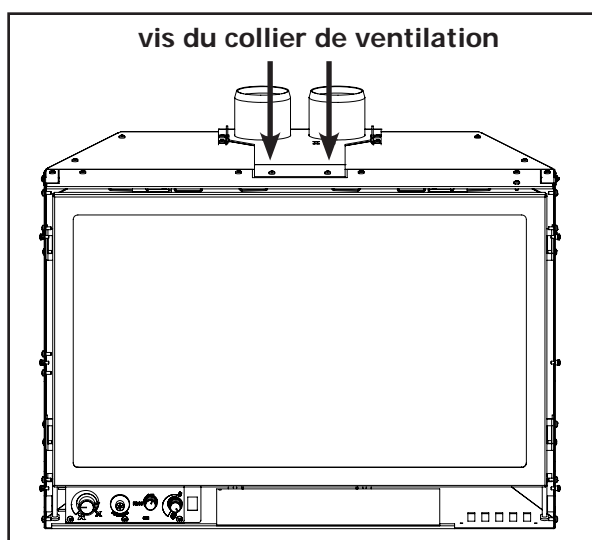

Figure 30: événement emplacement de la vis collier plaque.
8. Appliquez un cordon de mastic à base de ciment sur le tuyau de Ø3 "(76mm) de la sortie de ventilation. Faites glisser la gaine flexible sur la bouche de ventilation et fixez-la avec trois (3) vis à tôle espacées de manière uniforme.
9. Placez un cordon de silicone à haute température sur le collier d'admission de la bouche de ventilation. Faites glisser la gaine de prise flexible Ø3 "(76mm) sur le collier, fixez la gaine flexible avec trois (3) vis à tôle espacées régulièrement. Fixez la bouche d'évent à la cheminée en utilisant un produit d'étanchéité approprié et conformément aux codes de construction locaux.
10. Si l'ouverture du foyer est inférieure à 610 mm (24 "), retirez la plaque du collier de ventilation du haut de l'insert en dévissant la vis de Torx T-20 située sur la partie supérieure centrale du poêle au-dessus de l'ouverture de la porte (voir Figure 30). Faites glisser la plaque de collier vers l'arrière. Fixez correctement la plaque du collier de ventilation au revêtement (s) de conduit de ventilation flexible (s) précédemment installé (s) dans la cheminée. Veillez à ne pas trop étirer la doublure.
11. Appliquez un cordon de mastic à base de ciment sur la partie supérieure de la plaque de collet d'évacuation Ø3 "(76mm). Faites glisser le conduit de Ø3 "(76mm) sur la buse et fixez-le avec trois (3) vis à tôle espacées régulièrement.
12. Placez un cordon de silicone haute température sur le collier d'admission du foyer, faites glisser la doublure d'admission flexible Ø3 "(76mm) sur le collier, fixez la gaine flexible avec trois (3) vis à tôle espacées régulièrement.